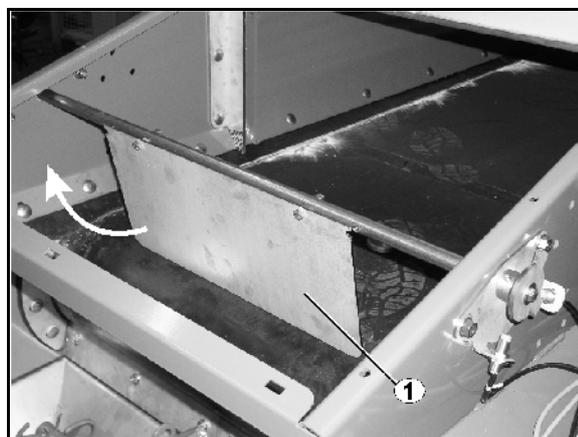

Fig. 82
3. Contrôlez la souplesse de fonctionnement de la vanne de régulation (Fig. 82/1) et, si nécessaire, réajustez les bagues de butée.